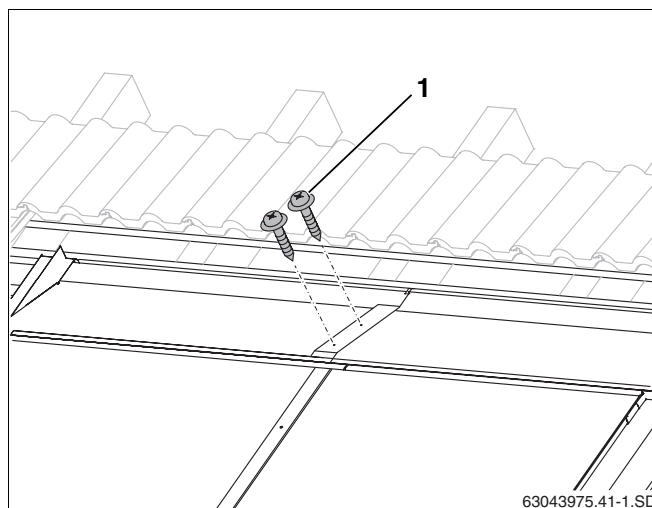

Fig. 58 Unir as chapas de cobertura superiores com parafusos
- ▶ Fixar as sobreposições das chapas com, respectivamente, três parafusos de bate-chapas de 25 mm de comprimento (fig. 58, **item 1**) fornecidas junto.